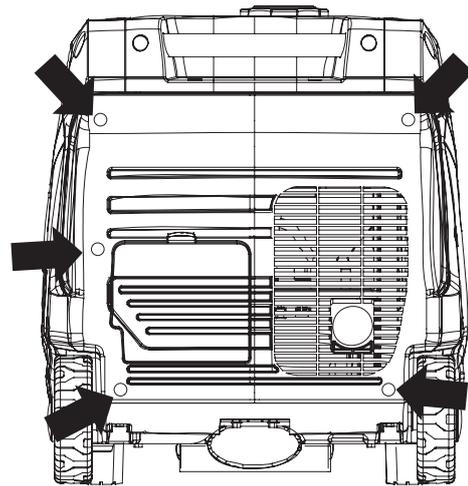

Figure 20: Retirez le panneau d'accès au silencieux
3. Retirez les vis tenant le couvercle du silencieux en place. (voir la figure 20).